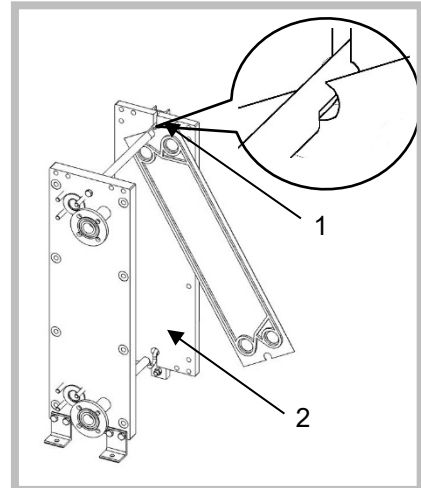

Abbildung 34
2. Führen Sie die Wärmeübertragerplatten einzeln in den Tragstangenbereich an der Stütze, der eine Ausfräsung [1] aufweist. In diesem Bereich können die Wärmeübertragerplatten, bedingt durch die Konstruktion der unteren Tragstange seitlich ausgeschwenkt und anschließend nach unten aus dem Gestell entnommen werden (Abbildung 34).